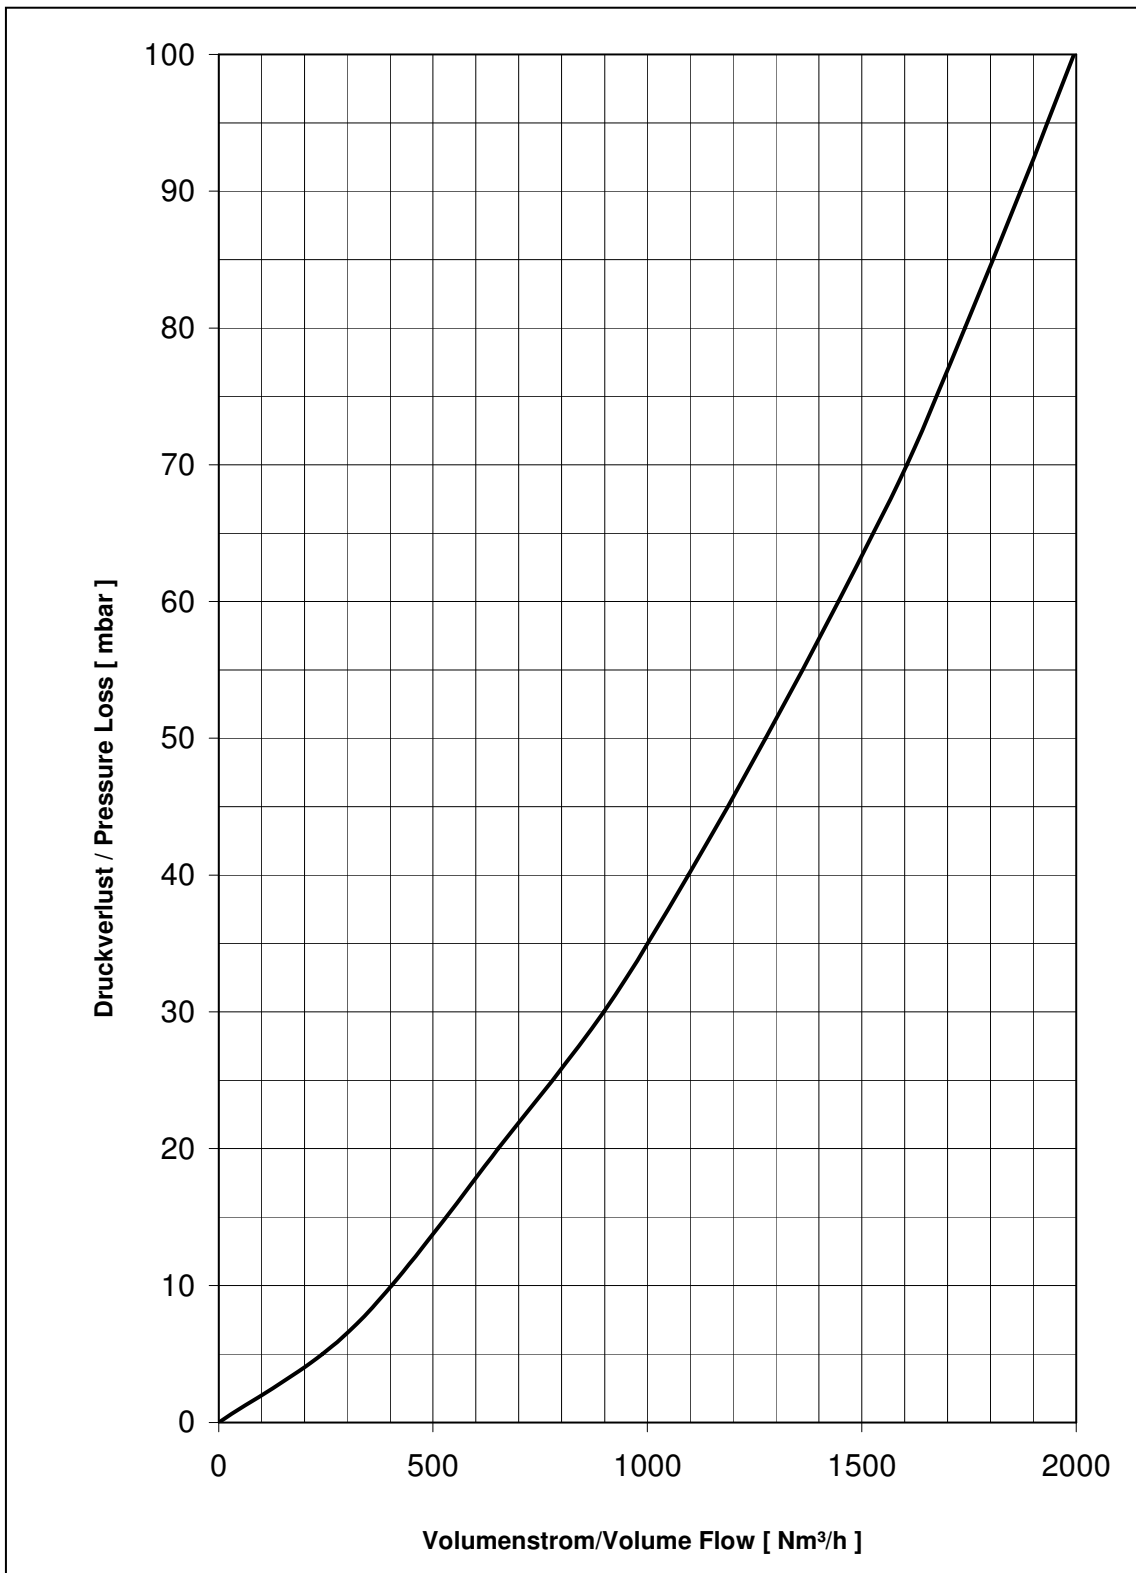

Bild 2
Druckverlust : siehe Bild 2
- Bestellnummer (Position siehe **Bild 2**)